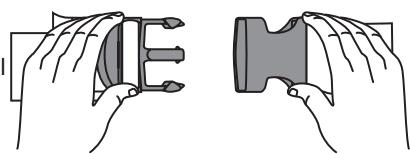

Fig. 2
- Póngase el arnés bien utilizando la presilla o sobre la cabeza y sobre el hombro. (Fig. 2).